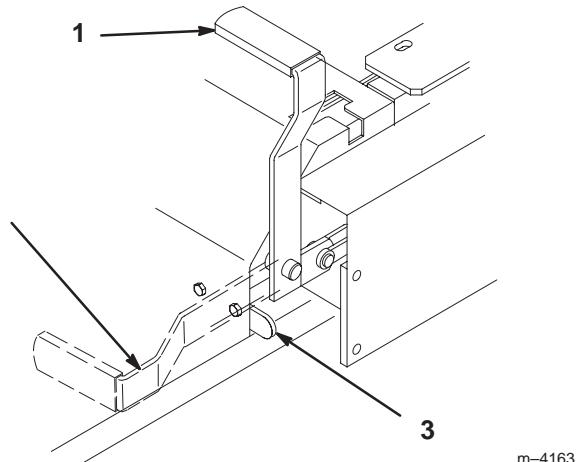

Bild 9
- Ziehen Sie den Feststellbremshebel nach hinten und oben, um die Feststellbremse zu aktivieren (Bild 9). Der Feststellbremshebel muss fest in der **aktivierten** Stellung bleiben.
- Drücken Sie den Feststellbremshebel nach vorne und unten, um die Feststellbremse zu lösen (Bild 9). Die Feststellbremse ist **gelöst** und der Hebel liegt am Bremsanschlag an.